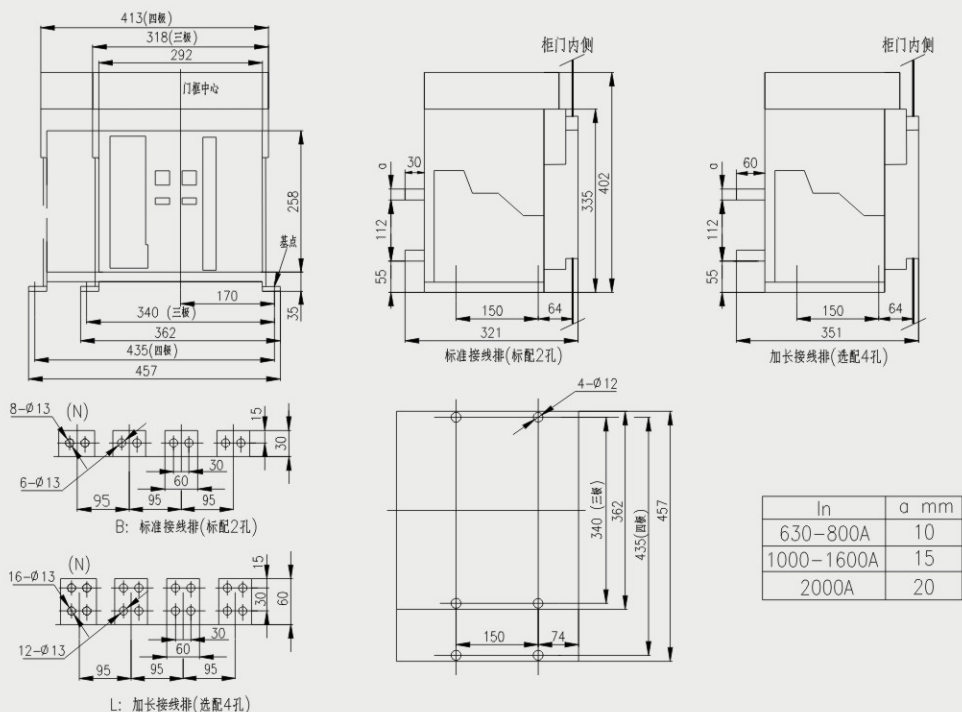

图10固定式断路器安装尺寸及外形尺寸 (HSW2A-2000、2000/4)
6.2 HSW2A-2000断路器安装尺寸，外形尺寸见图10、11